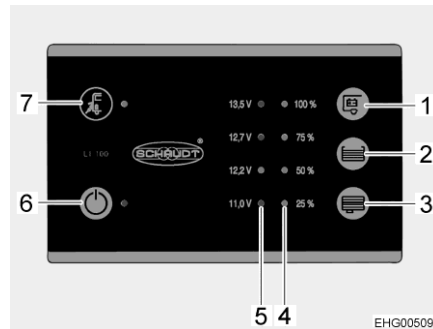

Fig. 96 Panneau de contrôle (LT 100)
La DEL jaune près du symbole de raccordement électrique "⚡" (Fig. 96,7) est allumée quand le véhicule est raccordé à une tension réseau externe. La DEL reste allumée quand le panneau de contrôle est éteint.
L'interrupteur principal 12 V (Fig. 96,6) établit ou coupe le panneau de contrôle et l'alimentation 12 V de la cellule.
- Appuyer sur l'interrupteur "⏻" (Fig. 96,6) : L'alimentation 12 V de la cellule est assurée. La DEL s'allume en vert.
- Appuyer de nouveau sur l'interrupteur "⏻" (Fig. 96,6) : L'alimentation 12 V de la cellule est coupée. La DEL s'éteint.
L'échelle DEL (Fig. 96,5) indique la tension de la batterie de cellule comme suit :
- Appuyer sur la touche "E3" (Fig. 96,1) : La tension de la batterie de cellule est affichée.
L'échelle DEL (Fig. 96,4) indique le niveau de remplissage du réservoir d'eau fraîche ou de celui d'eaux usées.
Appuyer sur la touche "☰" (Fig. 96,2) : Le niveau de remplissage du réservoir d'eau fraîche est indiqué par les DEL allumées.
Appuyer sur la touche "☷" (Fig. 96,3) : Le niveau de remplissage du réservoir d'eaux usées est indiqué par les DEL allumées.